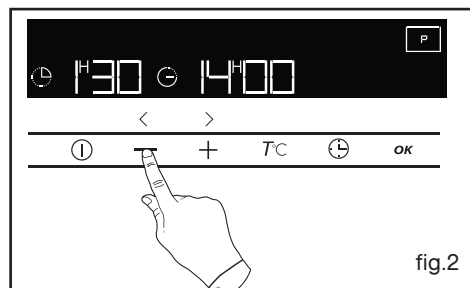

fig.2
Appuyez sur la touche + ou - pour obtenir la durée souhaitée (fig.2).
-Validez en appuyant sur **OK** (fig 2).